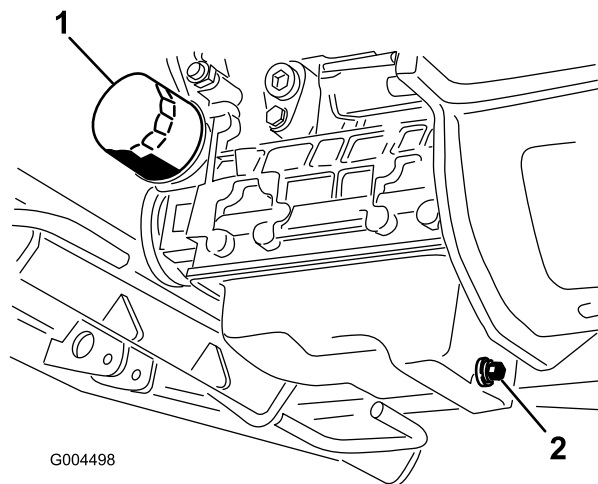

Figure 44
3. Placez un bac de vidange sous le carter en face du bouchon de vidange (Figure 44).
6. Retirez et remplacez le filtre à huile (Figure 44).